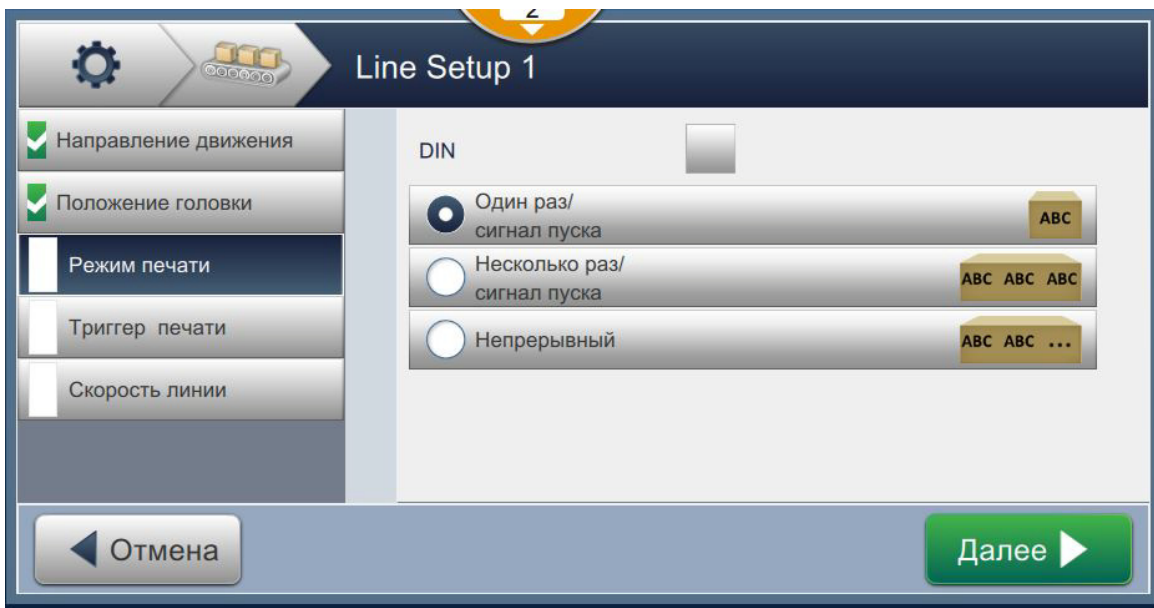

Рис. 6-29: Наладка линии – режим печати
1. Нажмите параметр *Режим печати* на экране параметров наладки линии, как показано на Рис. 6-29.
1. Выберите параметр *Множественный*, как показано на Рис. 6-29. Нажмите кнопку  .
1. Выберите параметр *Непрерывный*, как показано на Рис. 6-29. Нажмите кнопку